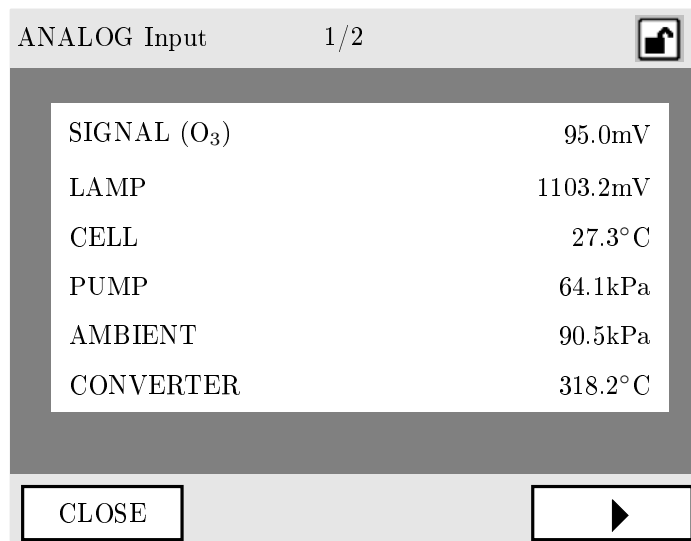

Рис. 6.11: Экран ANALOG INPUT
**[ANALOG INPUT]:** Показывает окно ANALOG INPUT (см. рис. 6.11 на с. 59).